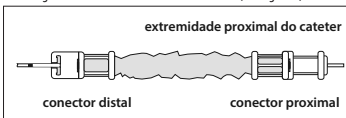

Figura 4
- Introduza a ponta do cateter pretendido através da extremidade proximal da proteção contra contaminação do cateter. Faça o cateter avançar através da tubagem e do conector na outra extremidade (ver Figura 4).